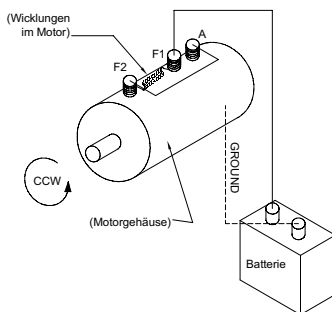

Abbildung 2
2. Das Kabel vom Batteriepluspol (+) mit der Motorklemme F-1 verbinden. Das Minuskabel (-) mit Masse am Motorgehäuse verbinden (siehe Abbildung 2).